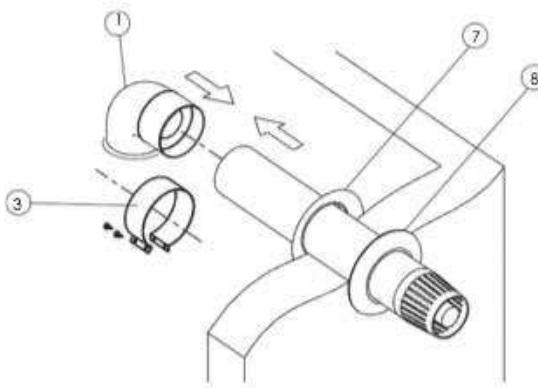

Рисунок 12 Выход дымохода в стене
- Угловой отвод 90° должен быть вставлен в выходной разъем дымохода. Установите хомут (4) на соединительную манжету, зафиксировав винтом (рис. 12). Затем установите отвод (90°) на соединительный фланец дымохода и зафиксируйте винтами. После затяжки винтов обеспечьте герметичность соединения дымохода и стены.